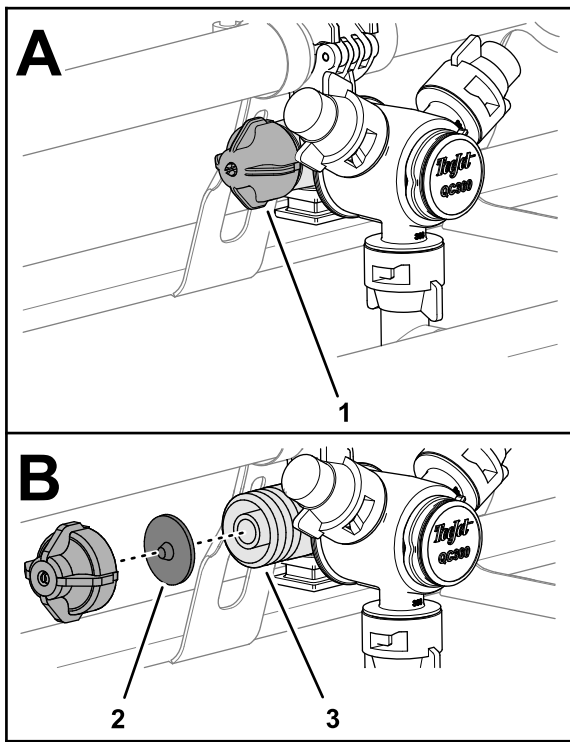

図 33
1. ダイヤフラムキャップを左に回してノズルボディからキャップを外す 図 33。
2. ノズルボディから、チェックバルブのダイヤフラムを外す 図 33。
3. キャップ、ダイヤフラム、ノズルボディを真水で洗浄する 図 33。
4. ダイヤフラムをキャップに取り付ける。突起をキャップ側にむけて取り付けると 図 33。
5. ダイヤフラムとキャップをノズルボディに取り付けて手締めする 図 33。